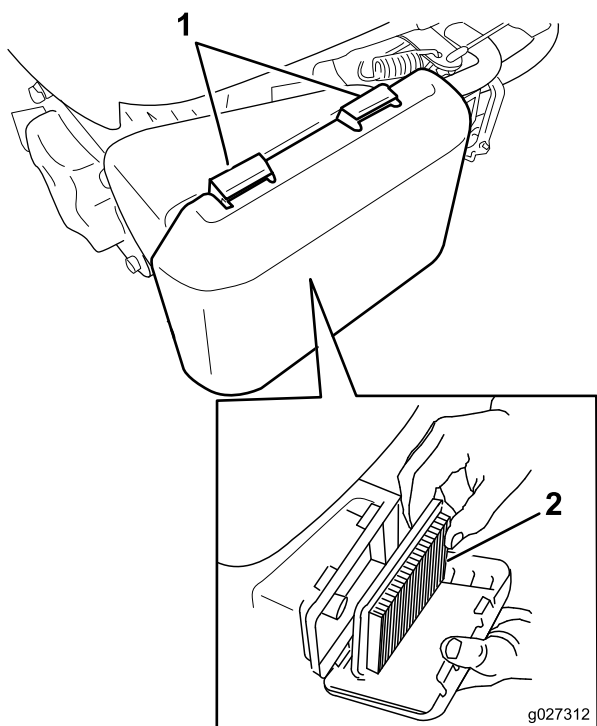

Figura 20
2. Presione hacia abajo los cierres de la parte superior de la tapa del limpiador de aire (Figura 20).